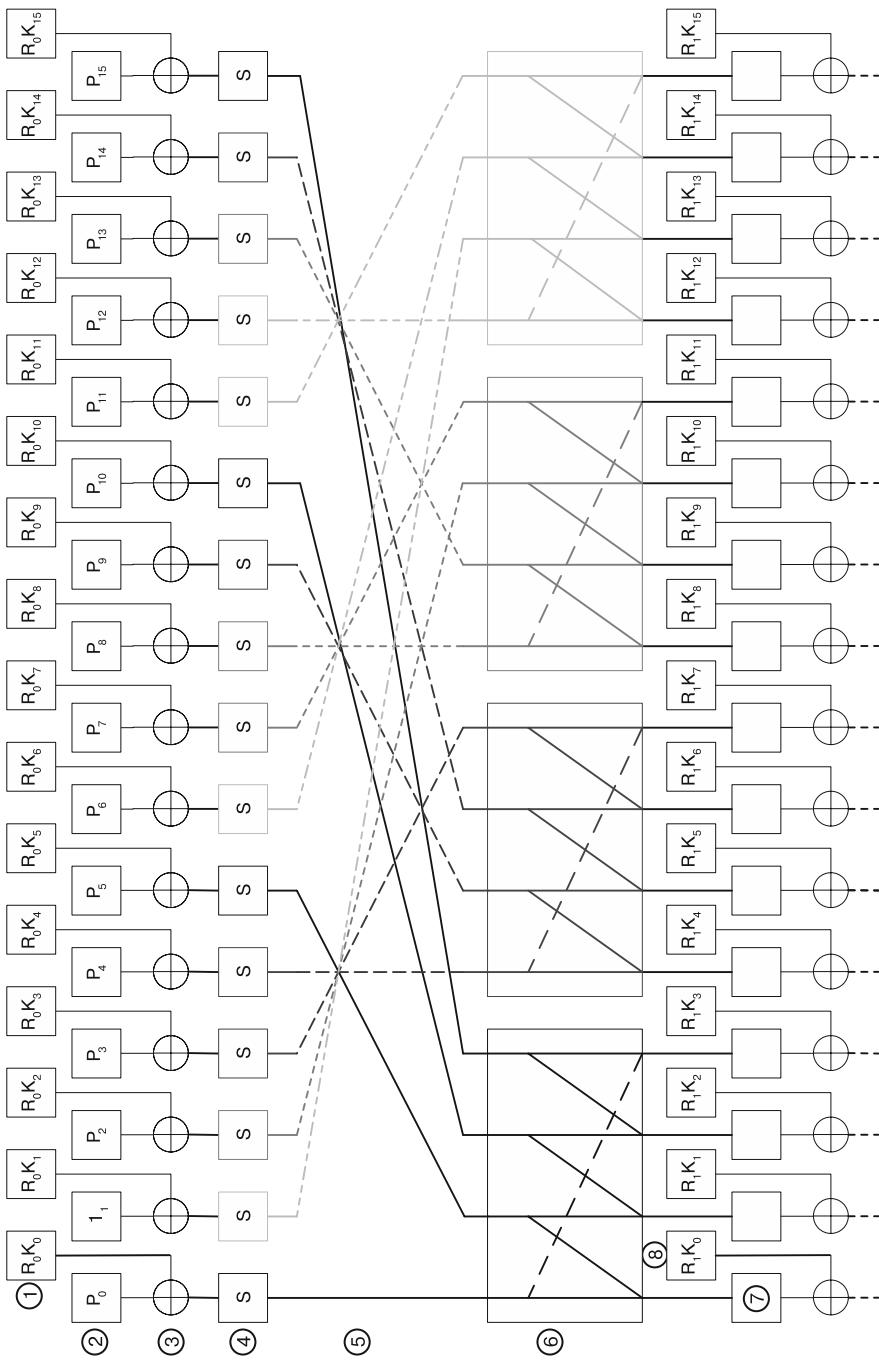

Рис. 10.11. Конец первого и начало второго раунда алгоритма AES
На рис. 10.11 показана общая структура запуска AES-128. (Мы ограничим наше обсуждение начальными раундами алгоритма, поскольку наши атаки нацелены именно на них.)
На рис. 10.11 16-байтовый секретный ключ обозначен как $R_0 K_k$ ❶, где k — номер ключевого байта. Первый нижний индекс указывает, к какому раунду относится этот ключ. В AES для каждого раунда используются разные 16-байтовые ключи. Вводится входной текст ❷ и индекс, указывающий номер байта. Каждый байт ключа раунда подвергается операции XOR с каждым байтом незашифрованного текста ❸ в операции AddRoundKey. Примечательно, что для AES-128 ключ первого раунда совпадает с ключом AES; все остальные ключи раунда получаются из ключа AES с помощью алгоритма планирования ключей. Для DPA на AES-128 нам нужно извлечь только один ключ, из которого мы можем получить ключ AES.